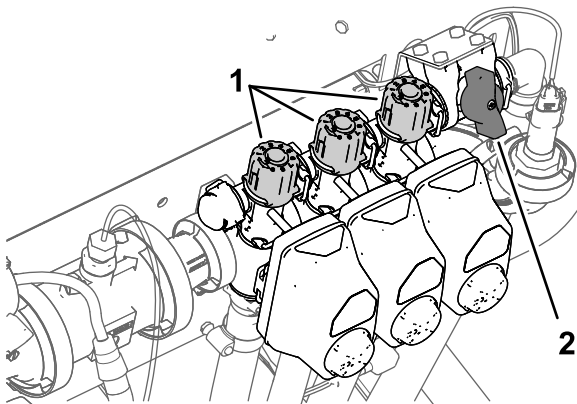

Bild 32
2. Stellen Sie den linken Abschnittschalter ab und stellen das Handrad für das Abschnittsicherheitsventil (Bild 32) ein, bis die angezeigte Dosierung dem vorherigen Niveau gemäß der Tabelle entspricht.
4. Stellen Sie das Handrad für das rechte Abschnittsicherheitsventil (Bild 32) ein, bis die Dosierung gemäß der Tabelle am vorherigen Niveau liegt.
6. Stellen Sie das Handrad für das mittlere Abschnittsicherheitsventil (Bild 32) ein, bis die Dosierung gemäß der Tabelle am vorherigen Niveau liegt.